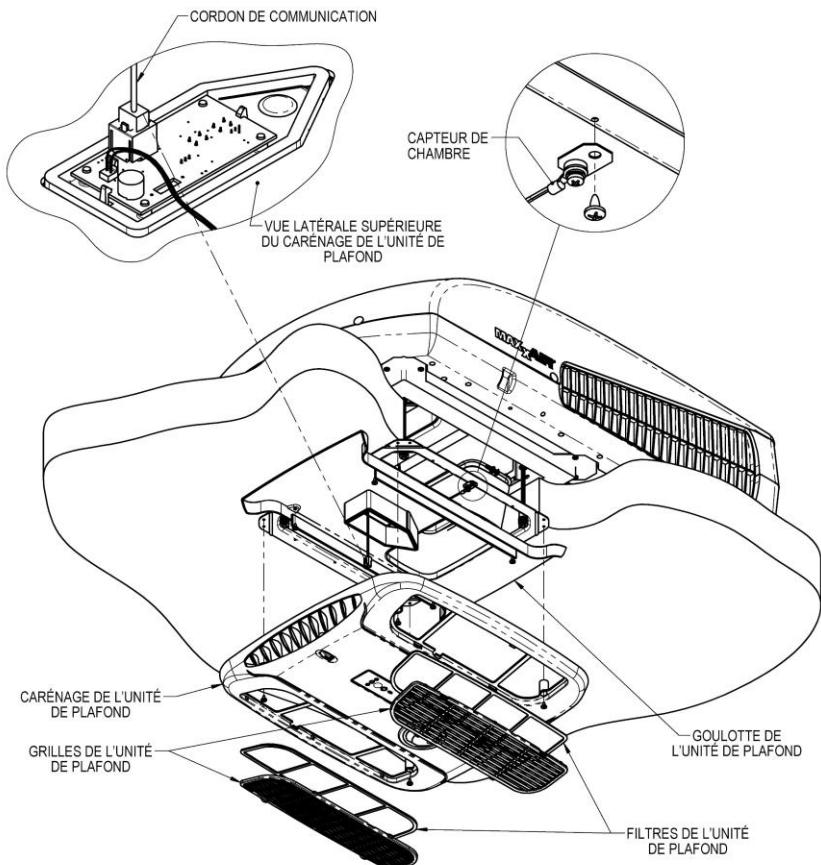

FIGURE 5
Reportez-vous à la figure 5
- E. Soulevez le carénage près du cadre de montage. Branchez le cordon de communication de l'unité supérieure à la prise sur le carénage du plafond, comme illustré dans la section agrandie de la figure 5.